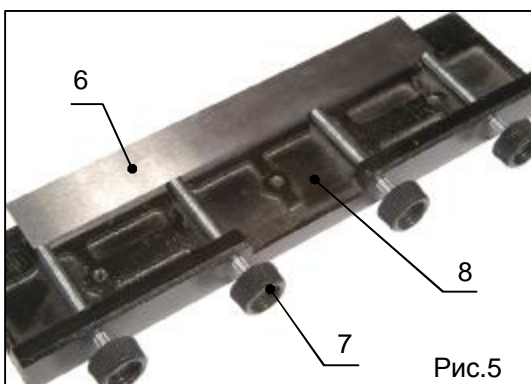

Рис.5
1. Установите инструмент (поз.6, рис.5), который необходимо заточить, на подвижный столик (поз.8, рис.5).
2. Отрегулируйте положение затачиваемого инструмента при помощи четырех винтов (поз.7, рис.5).